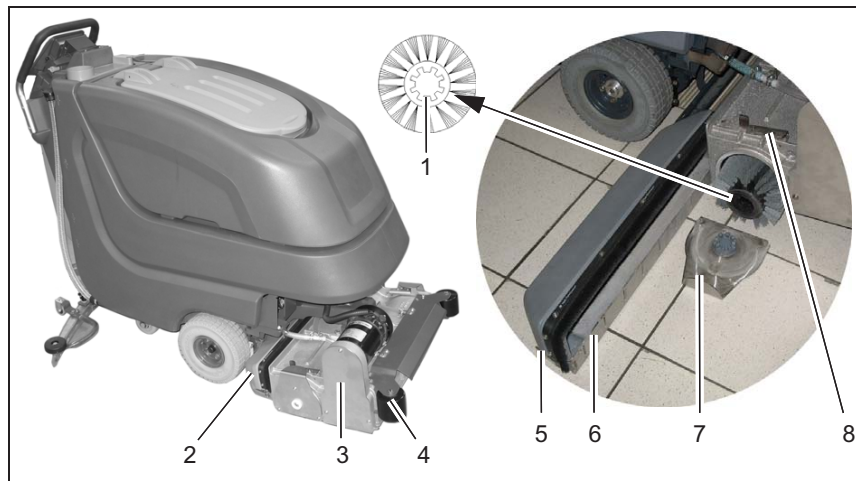

Abb.11
Den Schmutzbehälter (Abb. 11/2) täglich oder bei Bedarf reinigen. Den Schmutzbehälter in Fahrtrichtung rechts zum Gerät entnehmen. Die Einwurfkante (Abb. 11/6) mit den Schnellverschlüssen (Abb. 11/5) lösen und den Schmutzbehälter reinigen.
1. Die Bürstenaufnahme (Abb. 11/7) mit dem Arretierungshebel (Abb. 11/8) entriegeln.
1. Die Bürste in den Bürstenkopf schieben und einrasten lassen (Verzahnung (Abb. 11/1) muß nach außen zeigen).
Die Abweiserrollen (Abb. 11/4) wöchentlich kontrollieren und bei Bedarf wechseln.